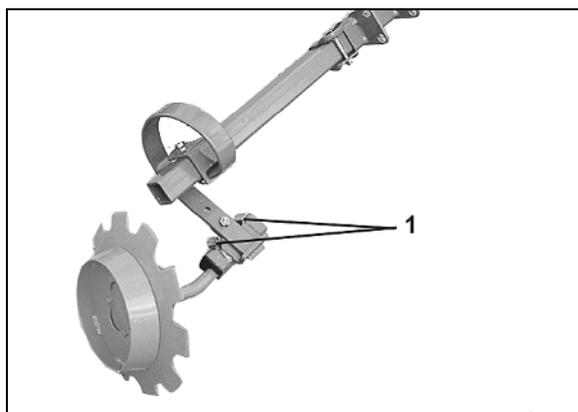

Fig. 110
1. Dévissez les deux vis (Fig. 110/1)